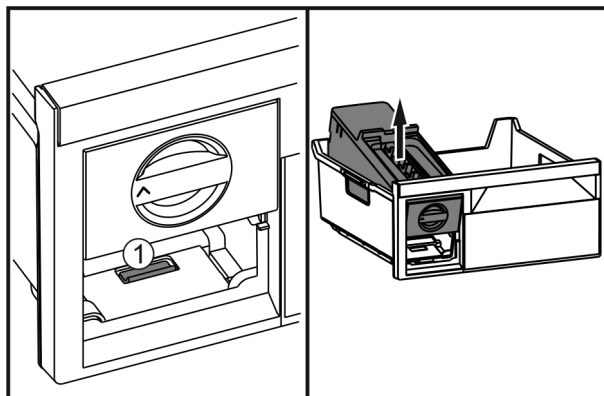

Fig. 38
- ▶ Pritisnite spono Fig. 38 (1), dvignite EasyTwist-Ice z zadnje strani in vzemite iz predala za zamrzovanje.